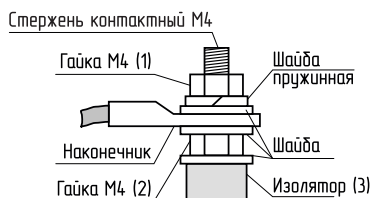

Рис.5 Присоединение проводов к выводам блок ТЭН
6.7. При замене блок ТЭН присоединение фазных проводов к выводам блок ТЭН производить согласно Рис.5. Сечение кабеля указано в табл.1 и 1.1.